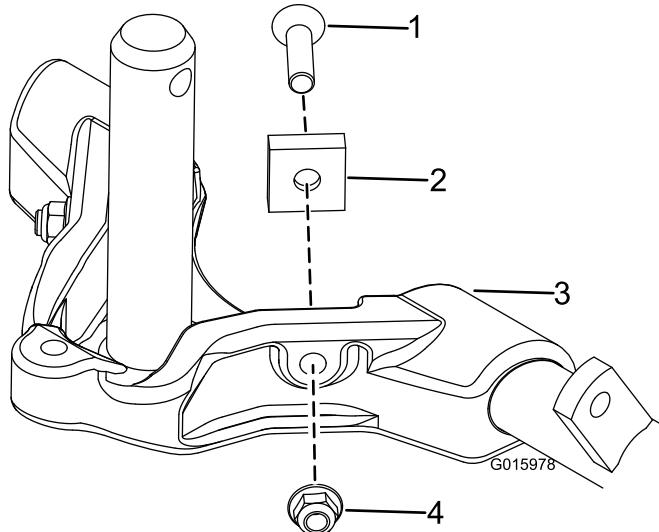
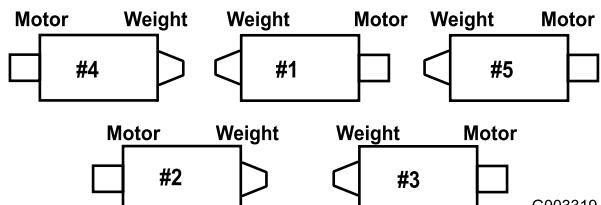

Figura 8
Figura 9
Aumentate lo sterzo degli apparati di taglio posteriori rimuovendo i (2) distanziali del perno, le viti a esagono incassato e i dadi di bloccaggio flangiati (Figura 8) dai telai portanti degli apparati di taglio (n.2 e n.3) posteriori (Figura 9).